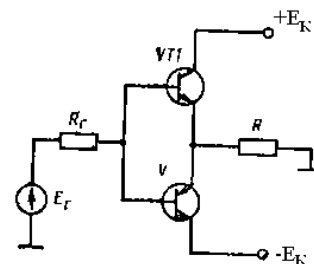

Рис.3.6
5. Какое максимальное напряжение можно получить на выходе усилителя при напряжении питания $E_K = 10$ В в схеме, приведенной на рис. 3.6. Напряжением насыщения открытого транзистора пренебречь.
6. Какое напряжение необходимо подать на вход усилителя мощности (рис. 3.6), чтобы получить на нагрузке $9,5$ Ом мощность $9,5$ Вт. Максимальное падение напряжения на открытом эмиттерном переходе транзистора $U_{\text{бэмах}}$ принять равным $0,5$ В.
7. Определить минимальное напряжение источника питания, при котором усилитель мощности (рис. 3.6) отдает в нагрузку $R_n = 19,2$ Ом ток 1 А, если максимальное напряжение насыщения открытого транзистора $U_{\text{кэнас}} = 0,8$ В.